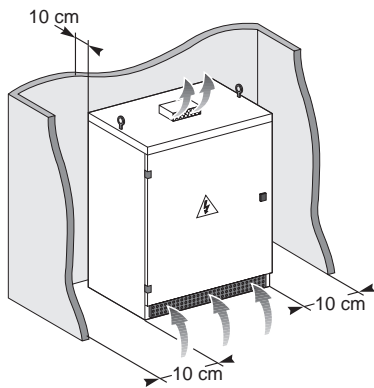

Fig 5
Ventilation (fig 5)
- Positionner l'équipement pour que les ouïes de ventilation soient dégagées : laisser un espace de 10 cm entre les batteries et le mur (fig 5).